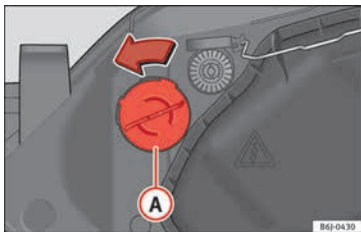

Abb. 103 Blinklicht
- Lampenträger » Abb. 103 A nach links drehen und ziehen.